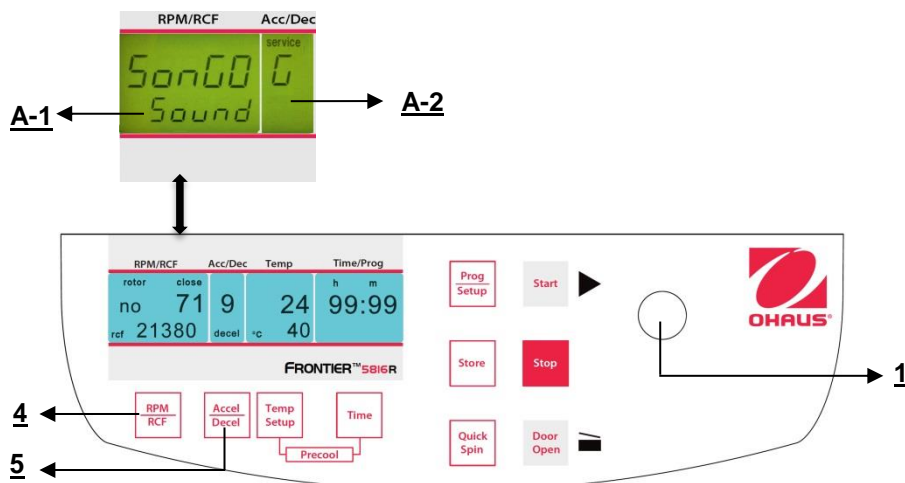

Figura 34
Procedere come descritto al punto 4.1. per inserire questa modalità programma e poi premere il tasto "**Accel/Decel**" (5). Sul display "**Acc/Dec**" (A-2) lampeggia la parola "**Service**". Selezionare adesso la lettera "**G**" con la manopola di regolazione (1). Di conseguenza, sul display "**RPM | RCF**" (A-1), appare la parola "**SonGo/Sound**". Dopo aver premuto il tasto "**RPM | RCF**" (4), è possibile selezionare una suoneria con la manopola di regolazione (1). (Vedere figura 34)